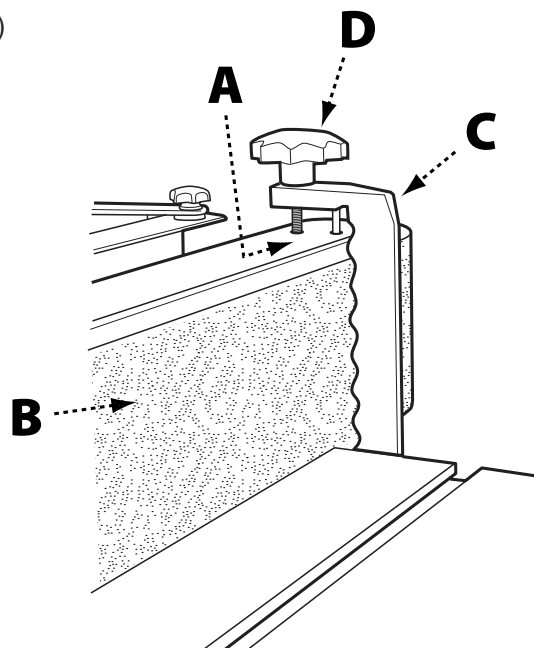

FIGURE 8
1. Situez les deux orifices (A) du côté droit de la partie supérieure du patin de ponçage. Voir Figure 8.
2. Insérez la goupille du support de la pièce (C) dans l'orifice le plus rapproché de l'avant.
3. Fixez solidement le support de la pièce au patin de ponçage en vissant le bouton de verrouillage (35mm) (D) dans l'orifice bouché le plus rapproché de l'arrière.
4. Assurez-vous que le support de la pièce est aussi rapproché que possible de la courroie de ponçage (B), sans qu'il n'y touche.